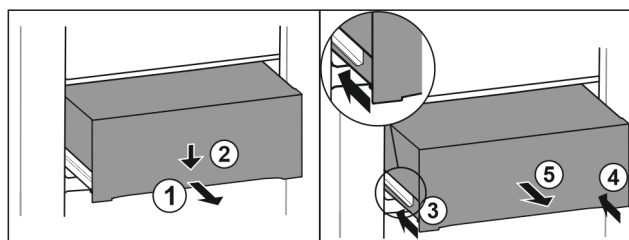

Fig. 226
- Tërhiqni jashtë sirtarin deri në gjysmë. *Fig. 226 (1)*
- Shtypni për poshtë sirtarin në pjesën përpara. *Fig. 226 (2)*
- Shtyni brenda shinën e majtë rreth 2 cm. *Fig. 226 (3)*
- Shtyni brenda shinën e djathtë rreth 2 cm. *Fig. 226 (4)*
- Hiqeni sirtarin nga përpara. *Fig. 226 (5)*